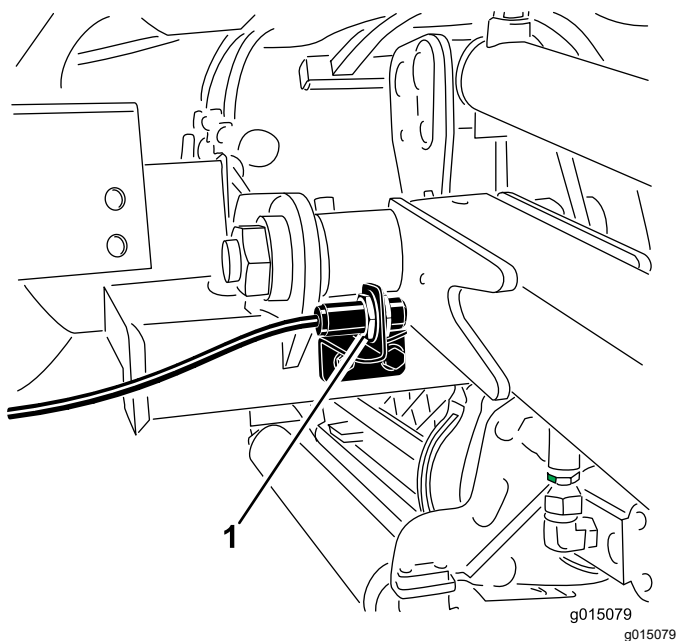

図 73
2. 昇降アームスイッチは、前右昇降アームの裏側にあります図 73。
3. スイッチの取り付けねじ図 73をゆるめ、スイッチの位置を上げると、昇降アームの旋回高さが高くなり、下げると、昇降アームの旋回高さが低くなる。